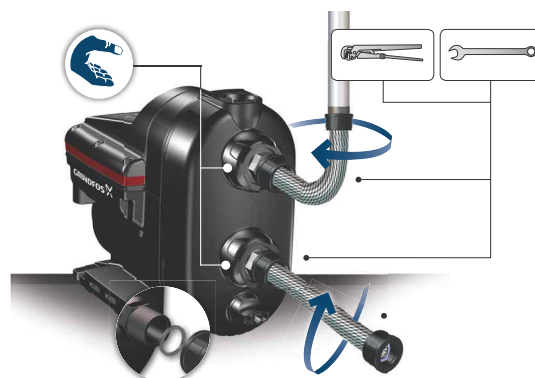

Fig. 3 Cum se instalează racordurile
2. Apoi instalați racordurile la admisie și la refulare ținând racordurile cu o mână și strângând piulițele olandeze cu cealaltă mână. Vezi fig. 3.